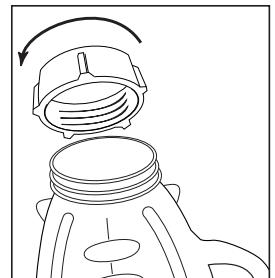

FIGURA 4
5. Junte hasta trabar el disco de fondo rosado con el aro. Coloque el aro sobre la cuchilla y el vaso. (Nota: Si hay ranuras en la parte superior del aro, alinéelas con las muescas del vaso.) Coloque el aro sobre el vaso y gire el disco con fondo rosado en sentido horario para apretar. (Figura 4)